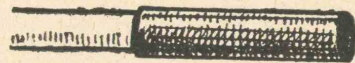

Fig. 34. Blechhülse mit eingestecktem Bambusstab.
**) Statt der 2 Meerrohrstängchen von 140 cm Länge lassen sich auch 4 Stängchen von 70 cm Länge verwenden, die paarweise in der Mitte durch eine Blechhülse miteinander verbunden werden. (Vergl. S. 33 und Fig. 34.)
Weise nach Bedarf eingesteckt oder herausgezogen werden kann, freigelassen. (Fig. 34.)